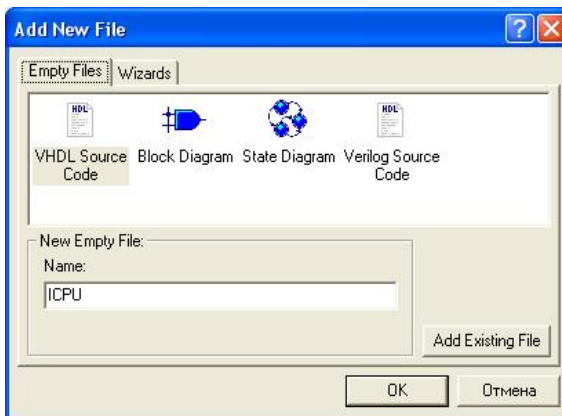

Рисунок 2.9 – Запуск майстра VHDL Source Code
2.4.1 Імітатор блока CPU формує сигнали запису даних до модуля пам'яті, а потім, через 50 ns, – відповідні сигнали читання. Двічі клацніть на піктограмі **Add New File** у вікні **Design Browser**. На панелі вікна **Add New File** оберіть не **Wizards**, а **Empty Files** (порожній файл). У новому вікні оберіть **VHDL Source Code**, а у вікні **Name** надрукуйте ім'я нового файлу **icpu** (рис. 2.9). Клацніть **OK**.